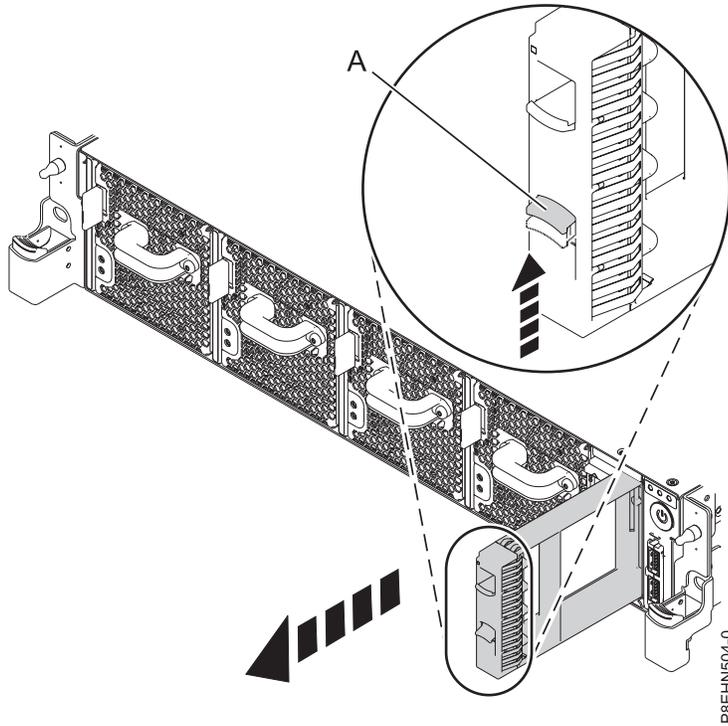

図 25. システムからのディスク・ドライブ・フィルターの取り外し
- a. フィラーのハンドルのロック (A) を押します。 22 ページの図 25を参照してください。